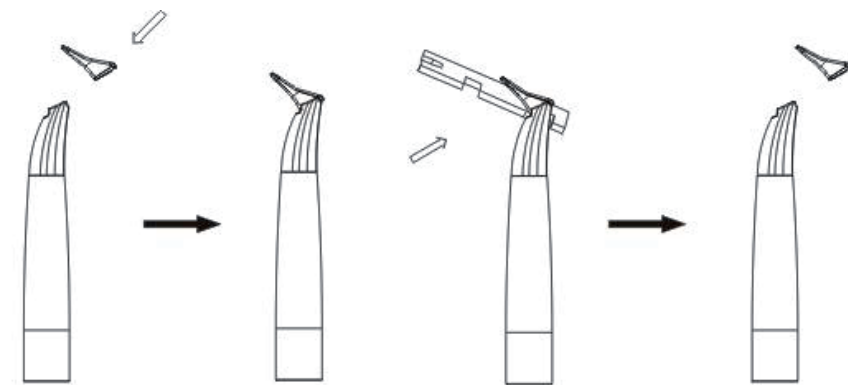

Рисунок 4
- (1) Візьміть наконечник для повітряного полірування, система автоматично перемкнеться в режим повітряного полірування, у цей час на екрані відобразиться режим «A». Не піднімаючи наконечник для видалення зубного каменю й нальоту та для повітряного полірування, коротко натисніть кнопку «M». Ви також можете перейти в режим «A».
- (2) Закріпіть насадку для повітряного полірування на наконечнику для проведення повітряного полірування (ця операція не виконується під час над'ясневого повітряного полірування) (див. рис. 4).